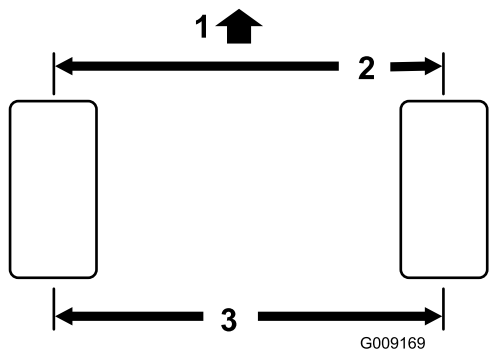

図 48
2. 後輪の前と後ろで、左右のタイヤの中央線間距離を測るアクスルの高さ位置で計測 図 48。